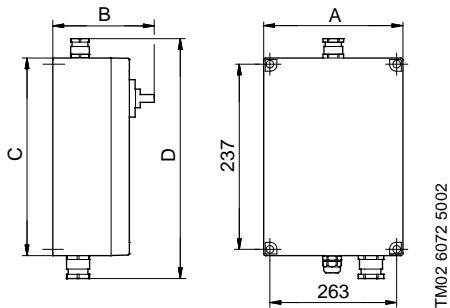

Fig. 6
- Aftag kabinetets forplade, og montér kontrolboksen på en plan flade med fire skruer gennem monteringshullerne i kabinetets bagplade, se fig. 6. Kabelforskruningerne til pumpe og svømmerafbryder skal vende nedad.